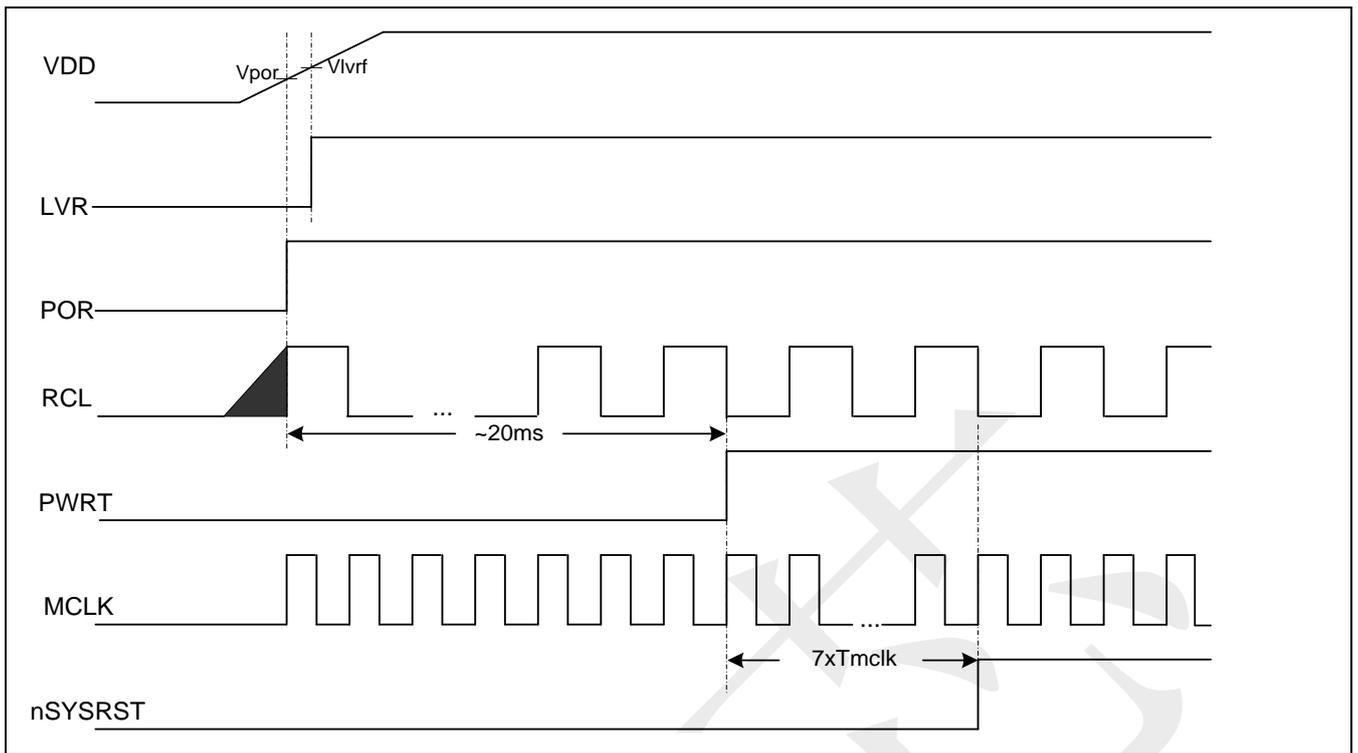

图 5-2 上电复位典型时序
不同的复位源，触发条件与释放条件略有不同。对于 POR 复位，为了保证电路开始工作时电源电压已经进入安全工作区，LCM08F16 对 POR 复位增加了一个上电复位延时定时器（PWRT）。如图 5-2 所示，该定时器采用内部低频 RC 振荡时钟作为计数时钟源，POR 复位时，将复位 PWRT。POR 复位释放后，计数器开始计数，计满 518 个周期后溢出。按照典型 RCL 时钟频率为 32KHz 计算，PWRT 为上电复位 POR 提供一个约 25ms^①（标称值）的固定延时。